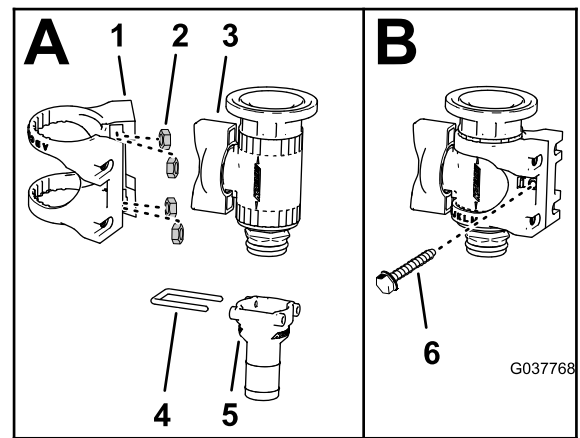

Figura 87
1. Caso não estejam montadas, insira as quatro porcas de aço inoxidável nas ranhuras no suporte de nylon da válvula de corte da flange (Figura 87).
2. Retire a união estriada reta (3/4 pol.) e o retentor da válvula de corte (Figura 87).
3. Monte a válvula de corte da flange no suporte de nylon como se mostra na Figura 87.
4. Prenda o suporte de nylon na válvula de corte da flange com o parafuso (6-32 x 5/8 pol.) como se mostra na Figura 87.